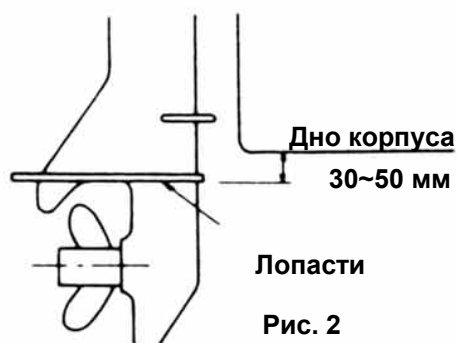

Рис. 2
- (2) Подстройка под размер транца. Убедитесь, что противокавитационные лопасти находятся ниже поверхности воды при полном ходе (Рис. 2). Если эти условия не выполняются, проконсультируйтесь с вашим дилером.